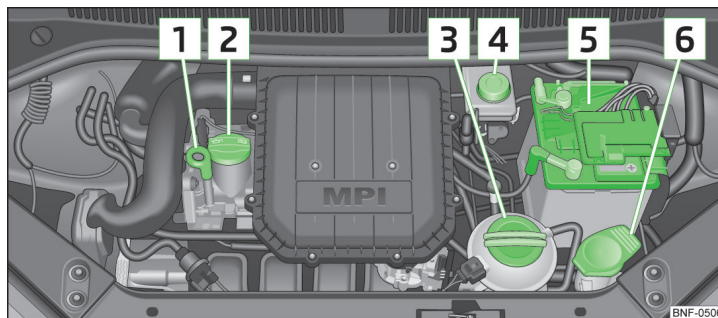

Fig. 98 Imagen esquemática: Vano motor
Orden en el vano motor » fig. 98
- Desenrosque el tapón de la boca de llenado de aceite de motor » **fig. 98 de la página 112**.